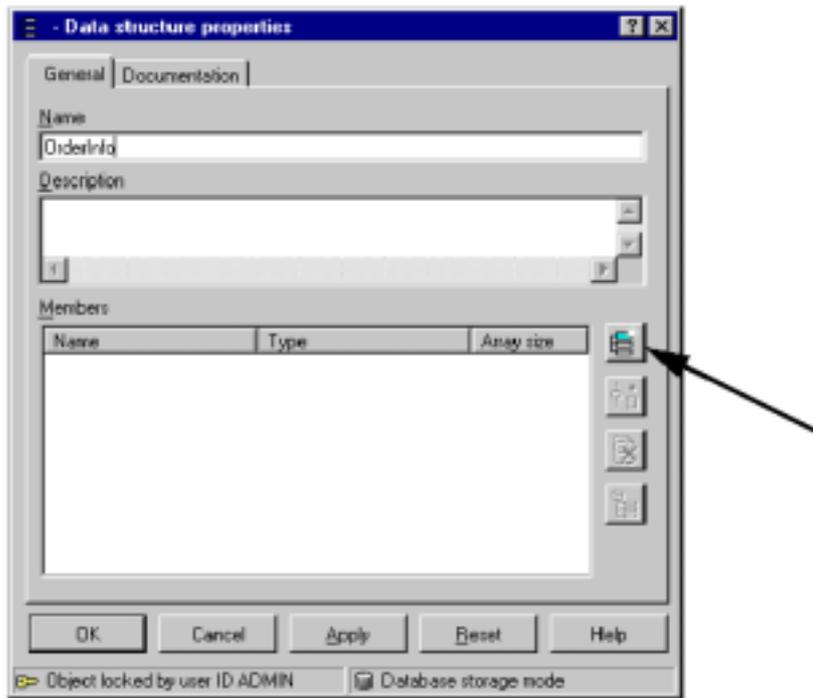

图 4-7 创建订单信息数据结构
2. 右键单击数据结构（Data structures）并选择新数据结构（New Data Structure），将出现数据结构属性窗口（如图 4-7 所示）。
4. 单击下面的图标添加数据元素（参见图 4-7 中的箭头）：